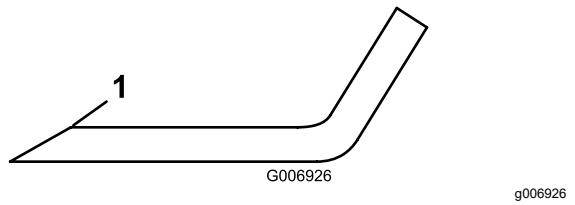

Figura 73
- Controllate i taglienti di tutte le lame, e affilateli se fossero ottusi o scheggiati. Affilate soltanto la parte superiore del tagliente e mantenete l'angolo di taglio originale per garantire l'affilatezza (Figura 73). La lama rimane bilanciata soltanto se viene rimossa una quantità uguale di metallo da entrambi i taglienti.